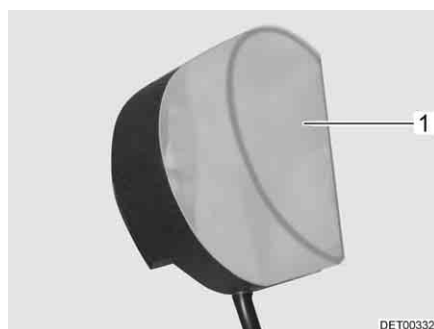

Fig. 272 Eclairage de la penderie
- Enfoncer légèrement le couvercle de la lampe (Fig. 272,1) et le retirer.